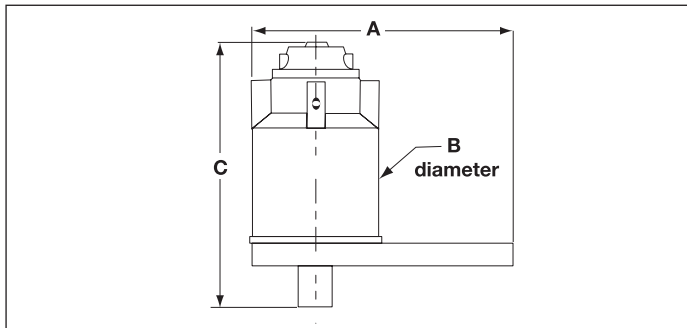

**Figura 1, Cambio della piastra di reazione**
**AVVISO:** Non tenere in mano la barra di reazione o piastra di reazione del moltiplicatore (Figura 1, voce 1), mentre si applica il momento torcente. L'inflessione normale del moltiplicatore potrebbe creare una pizzicatura.
**AVVISO:** Prima di ogni utilizzo, controllare le viti della piastra di reazione/supporto barra per accertarsi che siano strette (Figura 1, voce 2).
**AVVISO:** Prima di ogni utilizzo, ispezionare il perno quadrato di uscita del comando (Figura 1, voce 4) per eventuali segni di affaticamento o rottura del materiale. Sostituire se necessario.
Un quadro di azionamento di uscita a taglio controllato (Figura 1, voce 4) protegge i componenti interni nell'eventualità che la capacità massima di uscita sia superata. Questa caratteristica della protezione contro il sovraccarico determina la rottura dell'azionamento quando l'uscita supera dal 103% al 110% la capacità stabilita di uscita. Al moltiplicatore di coppia è allegato un azionamento di riserva (E391, E392, E393, E492, E493, E494, E495). (Ulteriori azionamenti vanno ordinati al distributore Enerpac).
3. Montare l'inserito di azionamento col quadro femmina adatto sul moltiplicatore di coppia (Figura 1, voce 4). Posizionare l'inserito ed il moltiplicatore di coppia sul fissaggio che deve essere stretto.
- Togliere le viti (Figura 1, voce 2), che tengono al posto la piastra di reazione (Figura 1, voce 1) sul moltiplicatore di coppia, ed asportare la piastra di reazione dal moltiplicatore di coppia.
- Rimontare la piastra di reazione sul moltiplicatore di coppia con le viti precedentemente svitate (Figura 1, voce 2).